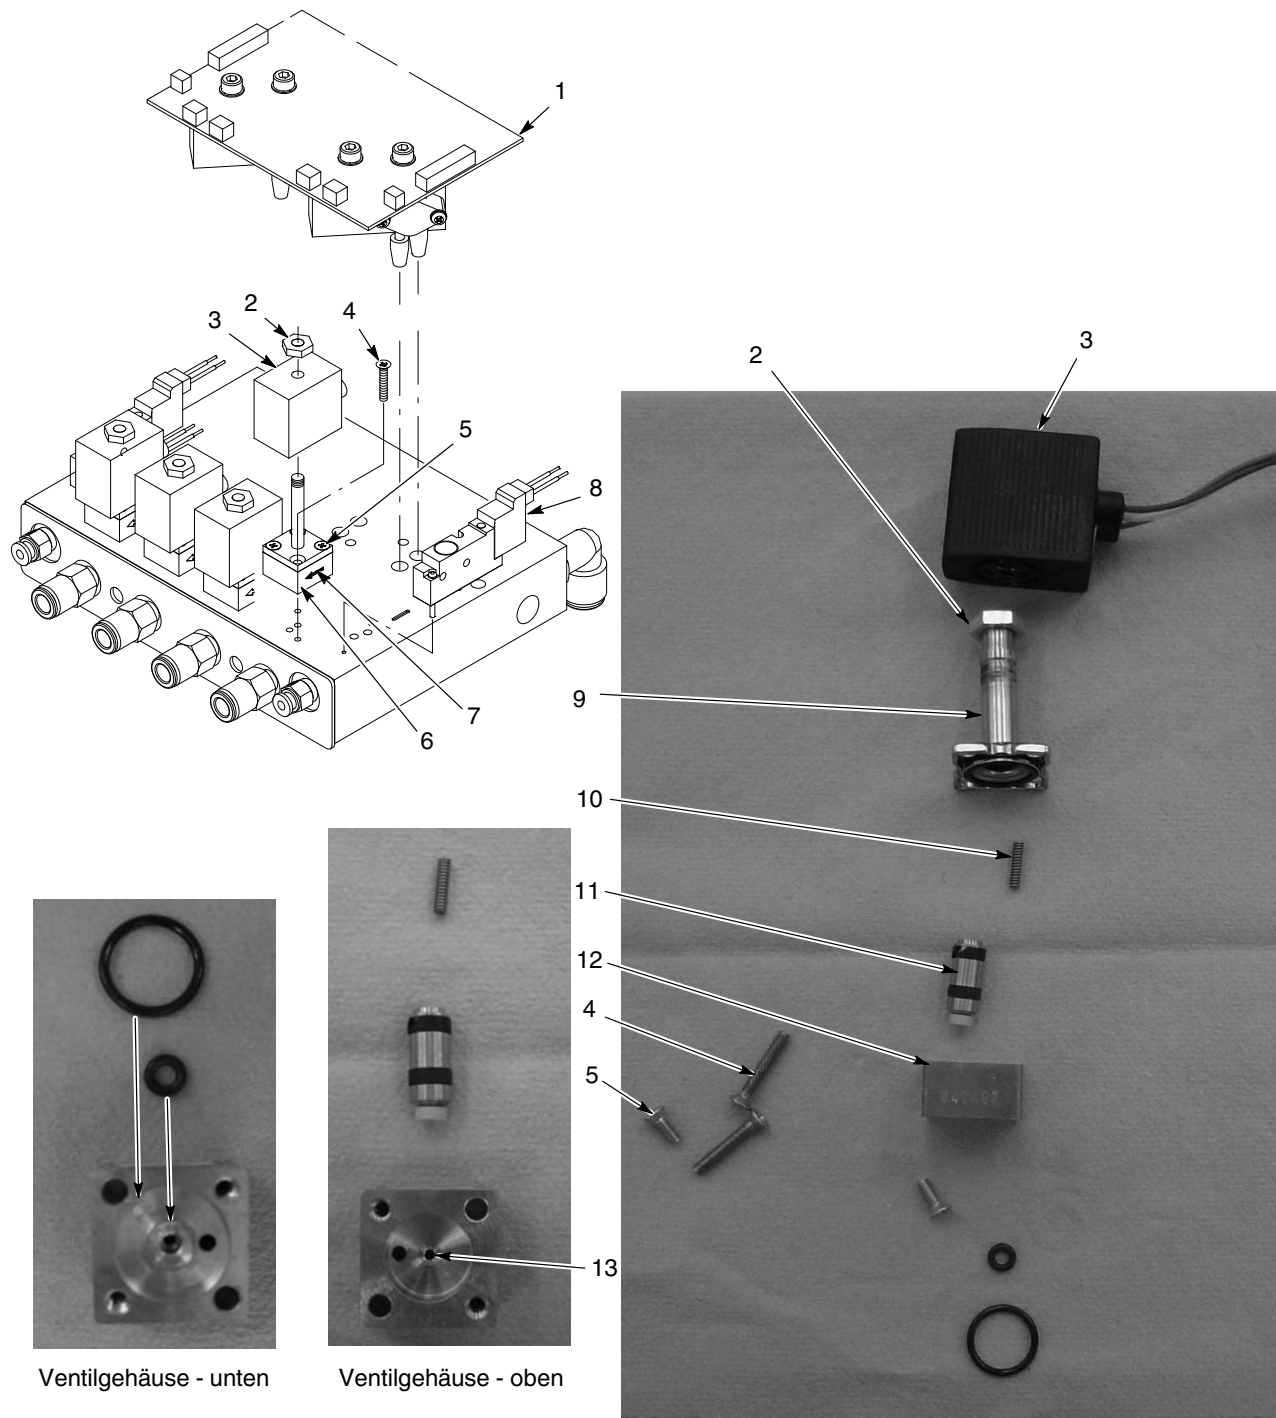

Abb. 5-1 Abnehmen und Einsetzen des Proportionalventils am iFlow Modul
Siehe Abb. 5-1. Zufuhr von verunreinigter Luft kann zu Fehlfunktionen des Proportionalventils (6) führen. Zum Zerlegen und Reinigen des Ventils die nachstehenden Anweisungen befolgen.
1. Spulenkabel (3) von der Platine (1) trennen. Mutter (2) und Spule vom Proportionalventil (6) abnehmen.
2. Die zwei langen Schrauben (4) abnehmen, um das Proportionalventil vom Verteiler abzunehmen.
3. Die zwei kurzen Schrauben (5) abnehmen, dann die Ventilstange (9) vom Ventilgehäuse (12) abnehmen.
4. Ventilpatrone (10) und Feder (9) von der Stange abnehmen.
Siehe Abb. 5-1. Zum Abnehmen der Magnetventile (8) für Pistolenluft die zwei Schrauben im Ventilgehäuse abnehmen und das Ventil vom Verteiler abheben.